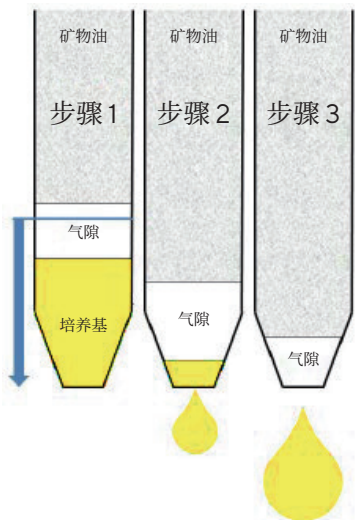

图2. 细胞沉积期间气隙的影响
- **气隙沉积至目标孔中**——确保总的内容物沉积至目标孔中，并可根据研究应用而变化（图 2）
分离转移样品时，缓冲液和气隙从玻璃毛细管中吹出（图 2），使毛细管完全排空，无需进一步消毒。